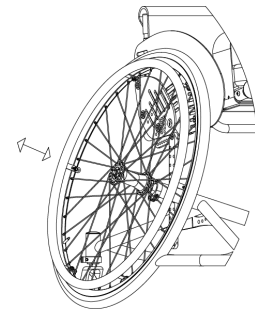

FIG. 11
- Tirer la roue vers l'extérieur du fauteuil (fig. 11) et sans appuyer sur le bouton la roue ne doit pas s'extraire